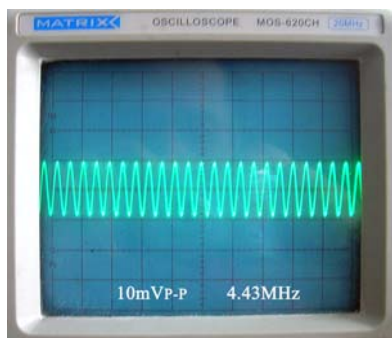

图 3-9 副载波波形
(1) 判断再生副载波信号是否正常 用示波器测量 TDA8362③脚波形,正常如图 3-9 所示,如不正常,说明副载波恢复电路有故障,主要检查③脚、⑤脚阻容元件及晶振。也可用数字频率计测试③脚,频率应为 4.433618MHz。